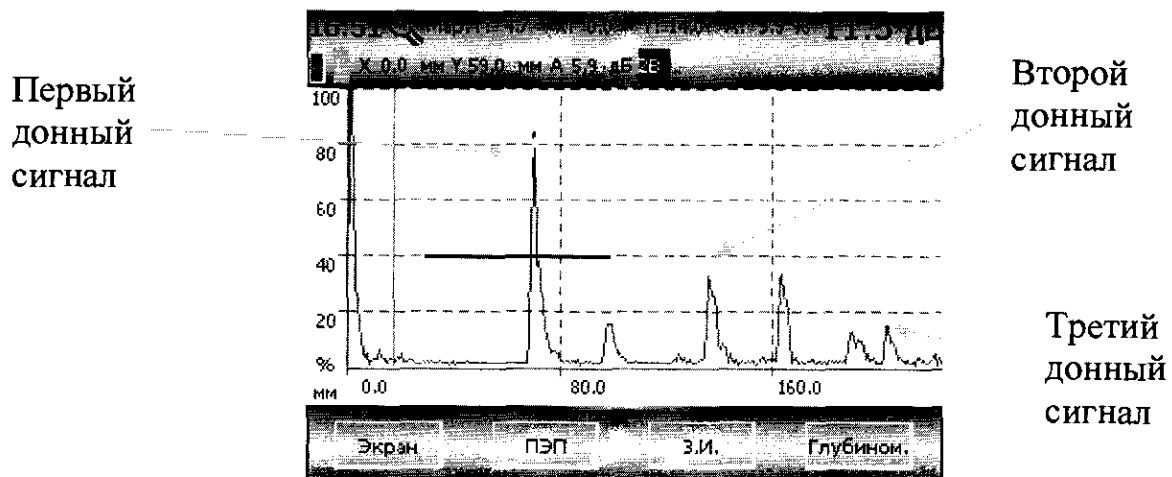
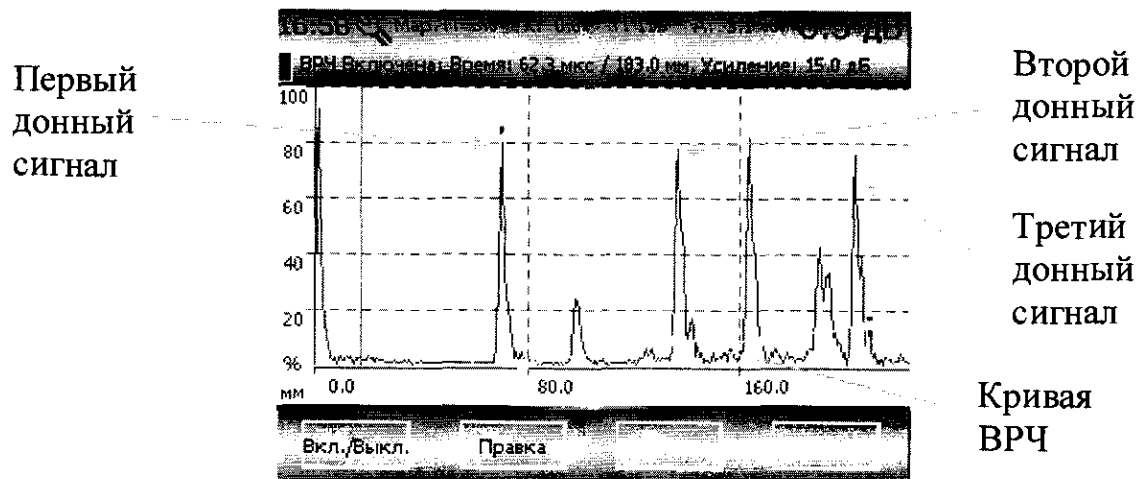

Рисунок 15 - Вид донных сигналов без ВРЧ
Рисунок 16 - Вид донных сигналов с ВРЧ
8.14.3 Нанести контактную жидкость на поверхность образца №2. Установить преобразователь П111-2,5 на образец контрольный №2 на бездефектный участок. Усилением дефектоскопа установить амплитуду первого донного сигнала на уровень 80 % (см. рис. 15). С помощью ВРЧ установить амплитуды второго и третьего донных сигналов на уровень 80 % экрана дефектоскопа (см. рис. 16).